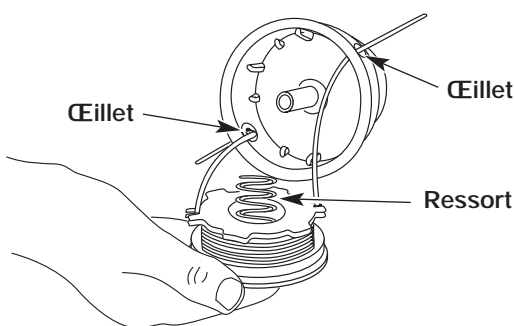

Figure 20
- Insérez les extrémités du fil dans les œillets de la bobine extérieure et placez le moulinet et le ressort dans la bobine (Fig. 20). Enfoncez le moulinet et la bobine ensemble. Tout en tenant le moulinet et la bobine, saisissez les extrémités et tirez fermement pour dégager le fil des fentes de retenue de la bobine.
5. Insérez les extrémités du fil dans les œillets de la bobine extérieure (Fig. 20).